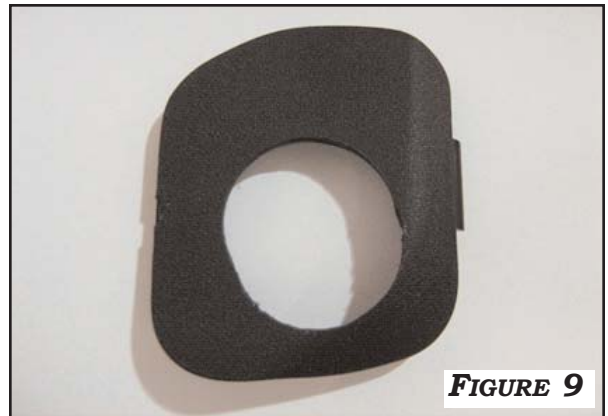

FIGURE 9
1. USE A 1 1/2" HOLE SAW TO DRILL THE HOLE LOCATION ON THE TRIM PANEL AS SHOWN IN **FIGURE 9**.